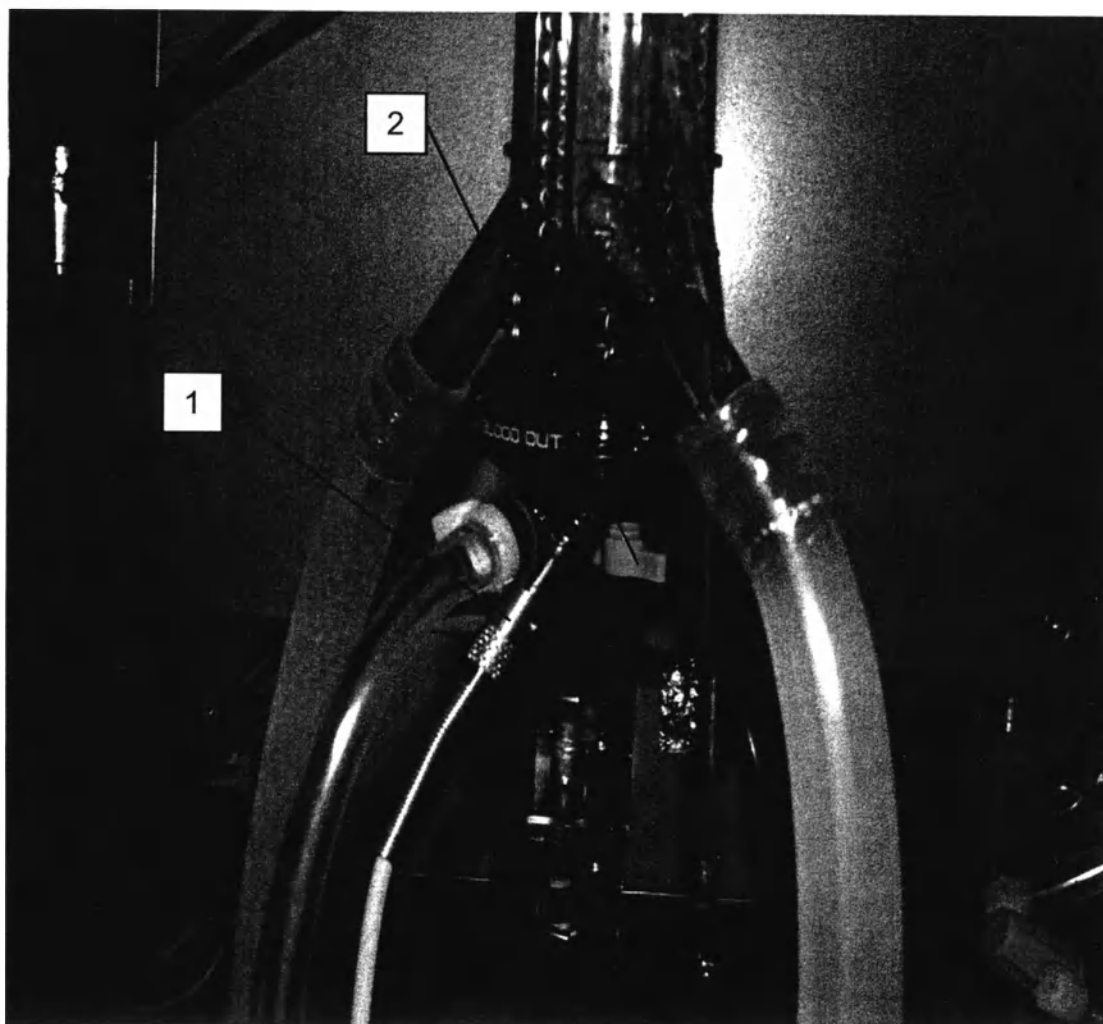

Рисунок 25 – Датчик температуры на выходе из теплообменника в контуре операции (контуре одноразового комплекта).
10) Вставьте второй иглообразный датчик ME47000001 в порт, расположенный в нижней части теплообменника Mistral (см. рисунок 25, поз. 1), а его разъем подключите в гнездо «Контур операции – (3) подача» панели подключения температурных датчиков.
3) Поверните флажок на теплообменнике Mistral в положение перфузии (см. рисунок 25, поз. 2).